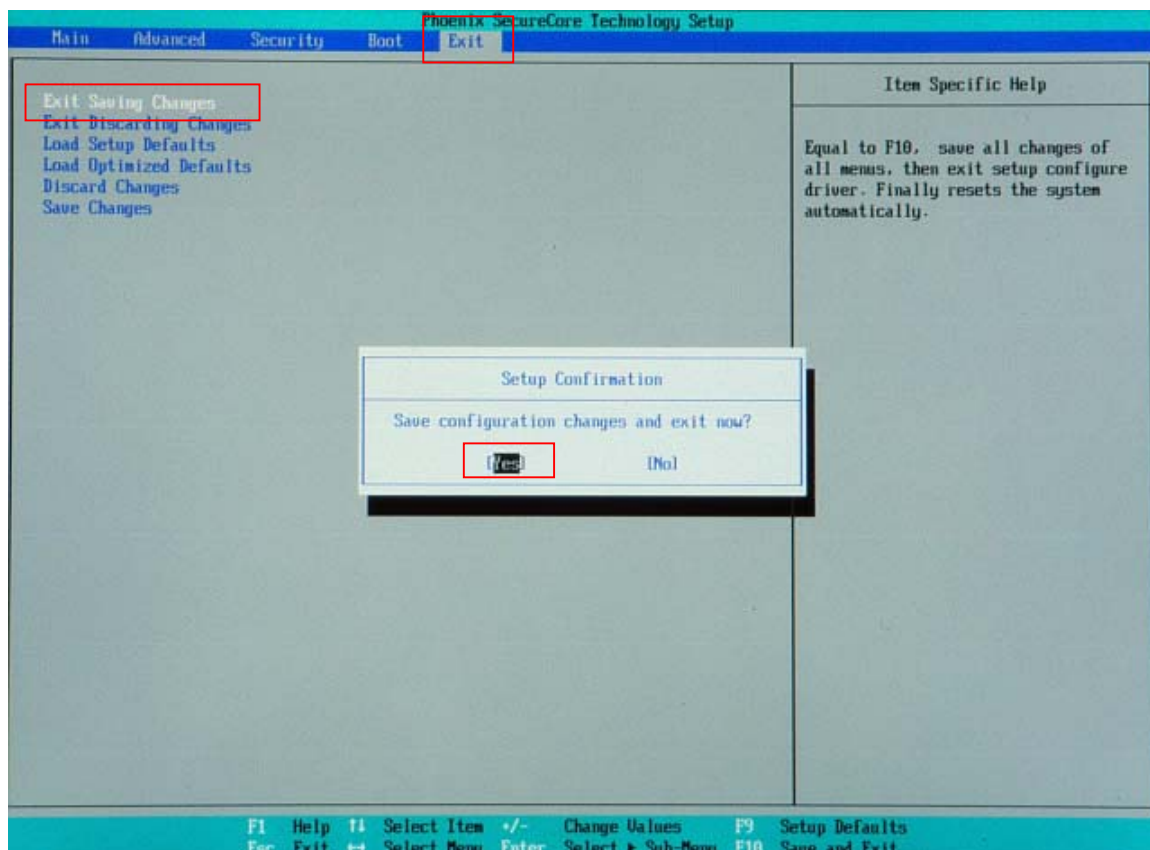

図 6-1-4. BIOS設定 保存と終了
- ⑩ [Exit]メニューを選択します。(図 6-1-4)
- ⑪ [Exit Saving Changes]を実行し、設定を保存して終了します。